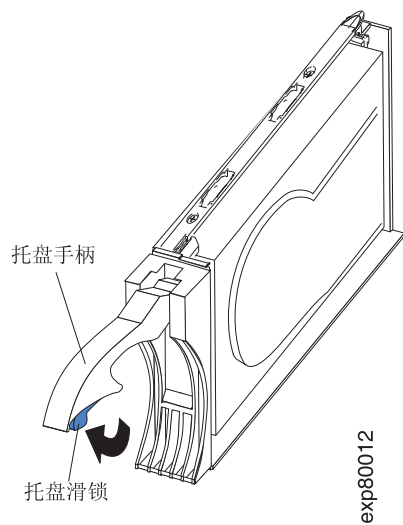

图 80. E-DDM CRU 手柄
- b. 如图 80 中所示，将托盘上的手柄拉出，使其处于打开位置。
- a. 如第 123 页的图 80 中的箭头所示，按住托盘手柄底端内侧以松开 E-DDM CRU 上的滑锁。